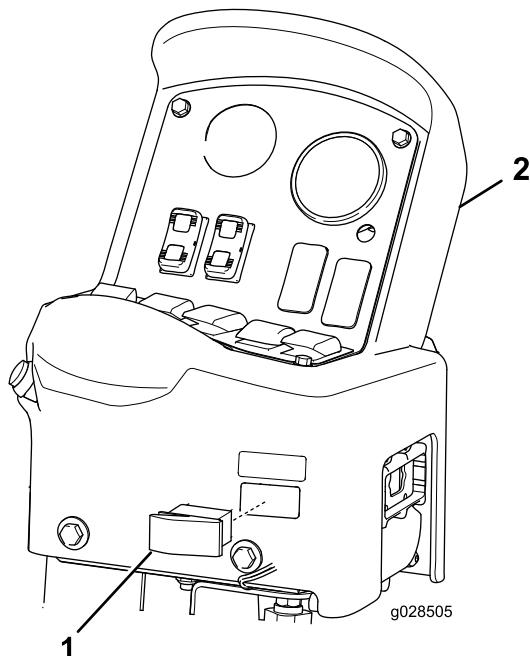

Рисунок 11
3. Установите клавишный переключатель в отверстие пульта управления (Рисунок 11) так, чтобы переключатель зафиксировался на месте до щелчка.
1. Выньте пусковой переключатель из нижней правой части пульта управления (Рисунок 11).